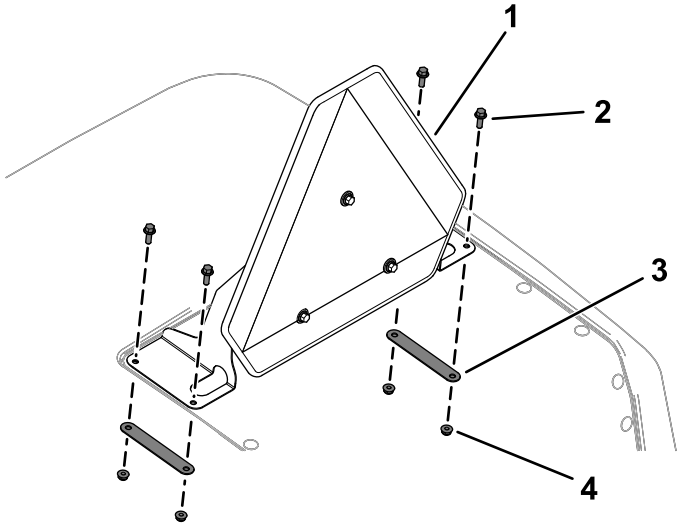

Figure 29
8. Fixez le panneau « véhicule lent » sur le capot à l'aide de 4 boulons à embase ($\frac{1}{4} \times \frac{3}{4}$ po), 2 supports arrière et 4 contre-écrous ($\frac{1}{4}$ po), comme montré à la **Figure 29**.